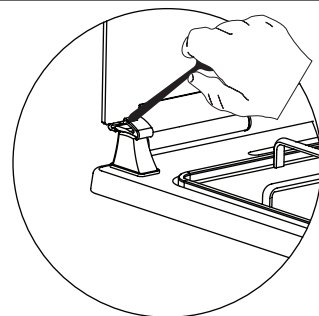

Figure 3
- 3.** Comme le montre la figure 3, la porte vitrée peut être fermée en appuyant sur le clip en plastique à l'aide d'une cuillère.